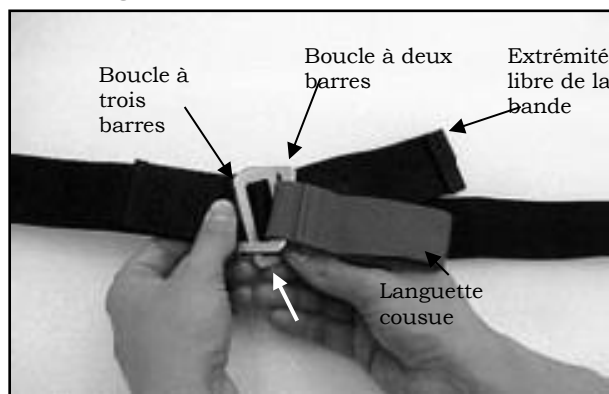

Figure 12 - Fermeture boucle
1. Passer la boucle à trois barres et la bande vers le haut à travers la fente de la boucle à deux barres (figure 12). S'assurer que l'extrémité libre de la bande est complètement passée dans la fente.